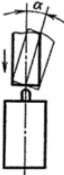

Рис.3
8.8.3 Выключатели ВПК 2010, ВПК 2110 предназначены для работы толкающим упором (рисунок 3). Движение упора должно осуществляться в направлении оси толкателя в пределах допусков ходов, причем рабочая плоскость упора должна быть перпендикулярна направлению его движения.